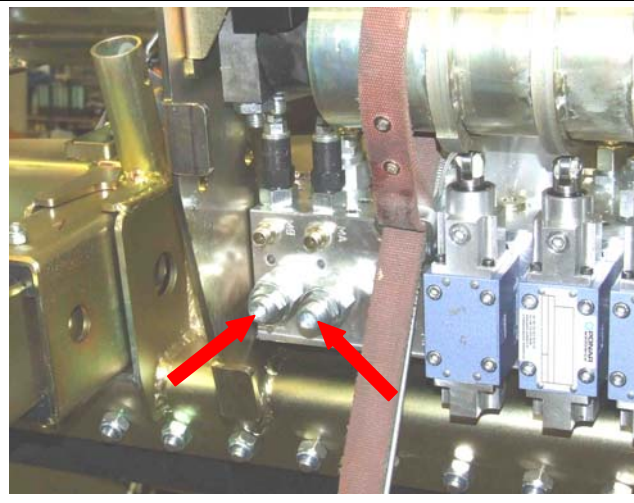

Fig.25
25. Liitä hydrauliliitännät uudestaan → Fig. 25